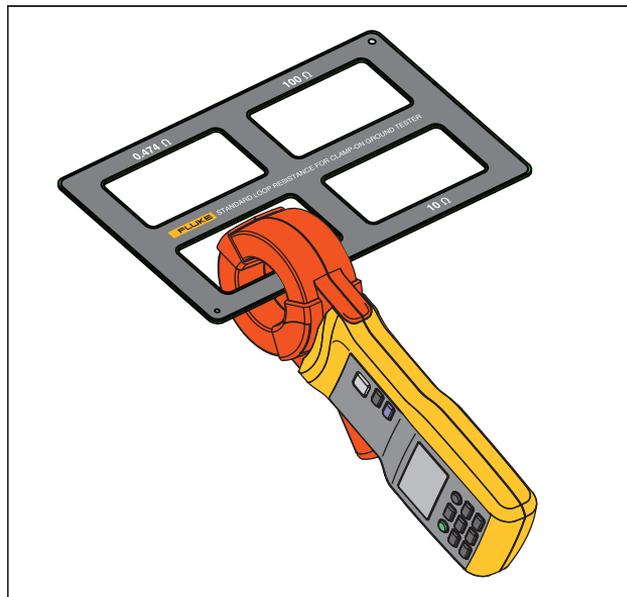

Figura 7. Resistencia de bucle estándar
1. Coloque la mordaza en la resistencia de bucle estándar. Consulte la Figura 7.